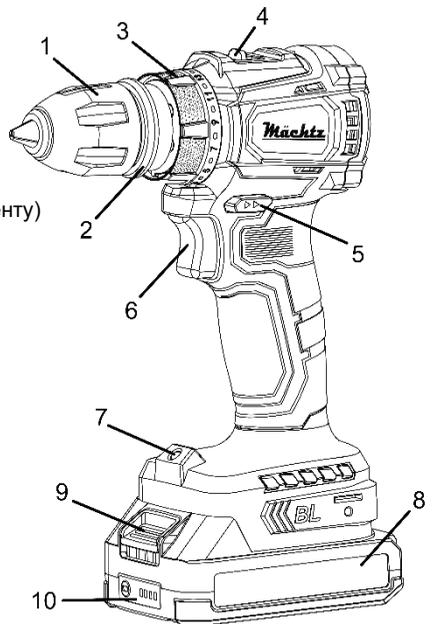
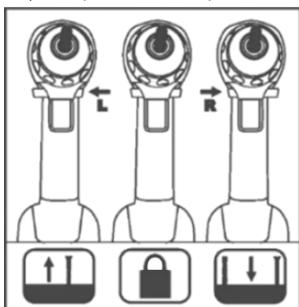
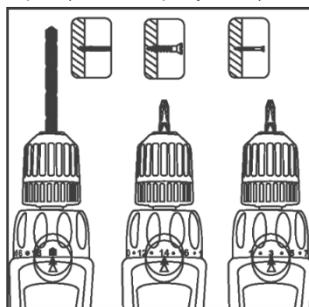

Рисунок 1
Рисунок 2
Рисунок 3
- щоб увімкнути виріб, натисніть на пускову кнопку (6, рисунок 1) з необхідним зусиллям;
4.3.1 Біта-викрутка з шестигранним тілом розміром 1/4 дюйма може бути встановлена як у швидкозатискний патрон (1, рисунок 1), так і безпосередньо в шестигранний посадковий отвір шпинделя, якщо патрон знятий, причому шуруп повертає стає більш компактним і зручним для робіт у важкодоступних місцях.
- посуňte кільце фіксації патрона (2, рисунок 1) у бік його передньої частини й одночасно потягніть сам патрон, щоб зняти його зі шпинделя;
- при встановленні патрона обов'язково простежте, щоб кільце фіксації (2, рисунок 1) як слід замкнулося, надійно зафіксувавши патрон на шпинделі шурупверта.
4.3.2 Перемістіть повзунок механічного перемикача (4, рисунок 1) до упору в положення «1» для вибору швидкісного діапазону 0-450 об/хв.
4.3.3 Виберіть необхідний напрямок обертання шпинделя залежно від характеру виконуваної операції, перемістивши перемикач реверсу (5, рисунок 1) в потрібне положення натисканням до упору кнопки з відповідним символом з правого або лівого боку корпусу виробу (дивіться рисунок 2).
4.3.4 Встановіть необхідний крутий момент, сумістивши виbrane значення на кільці регулятора крутного моменту (3, рисунок 1) зі стрілкою на верхній частині корпусу шурупверта (дивіться рисунок 3).
4.4.1 Встановіть свердло необхідного діаметра у швидкозатискний патрон (1, рисунок 1). Для цього:
У разі, якщо патрон зі встановленим свердлом знятий зі шпинделя, встановіть його на місце (біту зі шпинделя можна не виймати). При цьому обов'язково простежте, щоб кільце фіксації (2, рисунок 1) як слід замкнулося, надійно зафіксувавши патрон на шпинделі шурупверта.
4.4.2 Перемістіть повзунк механічного перемикача (4, рисунок 1) до упору в положення «2» для вибору швидкісного діапазону 0-1500 об/хв.
4.4.3 Виберіть правильний напрямок обертання шпинделя для операції свердління, перемістивши перемикач реверсу (5, рисунок 1) в потрібне положення натисканням до упору кнопки з відповідним символом з правого боку корпусу виробу (дивіться рисунок 2).
4.4.4 Встановіть максимальний крутний момент без прослизання торсіонної муфти (без спрацьовування «тріскачки»), сумістивши значок «свердло» на кільці регулятора крутного моменту (3, рисунок 1) зі стрілкою на верхній частині корпусу шурупверта (дивіться рисунок 3).